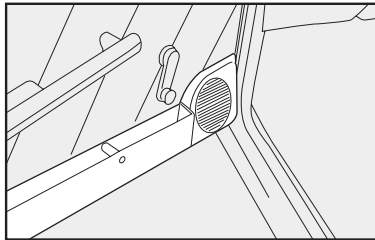

fig. 78
- altoparlante en la puerta delantera derecha **fig. 78;**